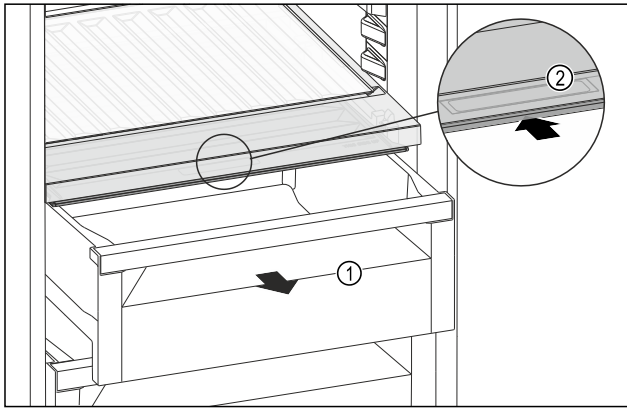

Fig. 108
- ▶ Schubfach Fig. 108 (1) herausziehen.
- ▶ Griffmulde Fig. 108 (2) am Fachdeckel anfassen und Fachdeckel gleichzeitig nach hinten schieben.